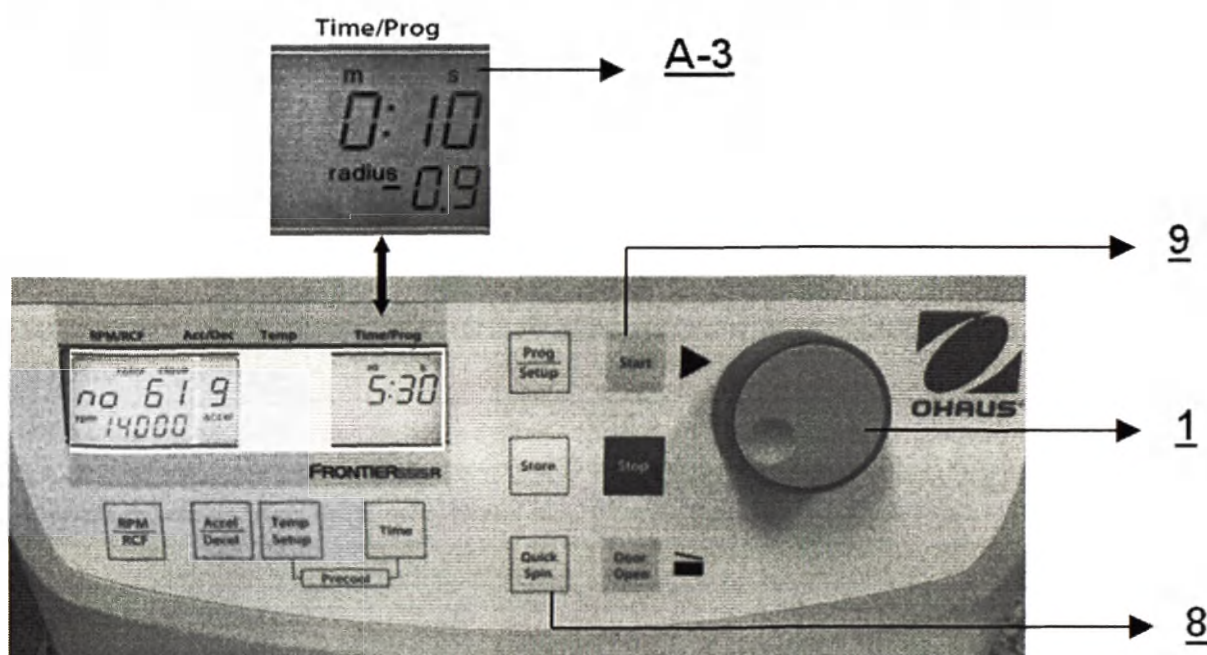

Рис. 26
Запустить центрифугу можно с помощью кнопки **Start** (9) или кнопки **Quick Spin** (8) (см. рис. 26).